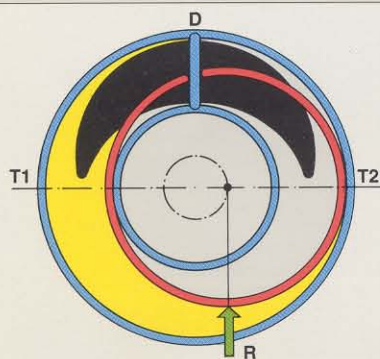

fig. 3
1. The hollow disc (B) is set eccentrically on the pump shaft (M) and guided by the diaphragm (D) separating the suction from the delivery. When the shaft rotates, the disc oscillates, remaining tangent in any position to the two diametrically opposite walls of the casing, thus forming two mobile fluid-tight joints. Figure (2) shows four successive positions of the disc and illustrates how the volume increases on the suction side and decreases on the delivery both inside and outside the pumping disc, with a uniform rate of flow.
2. In any position, the disc is radially and axially balanced (fig. 3); in fact, the resultant force of the internal and external pressures acting on the disc lies on a plane normal to the axis of the pump and is always tangent to the circumference described by the center of the disc. There are no radial components which could detach the disc or press it against the casing; therefore, the liquid does not tend to escape. The resultant pressure force is the same in any position so that the amount of power absorbed is always uniform.
1. Le disque creux (B) est monté excentriquement dans l'arbre de la pompe (M) et guidé par le diaphragme (D) qui sépare l'aspiration du refoulement. Quand l'arbre tourne le disque oscille tangemment à deux surfaces du corps diamétralement opposées, en formant deux joints hydrauliques mobiles. La figure (2), qui indique quatre positions successives du disque, montre l'augmentation de volume créée en phase d'aspiration et la diminution en phase de refoulement, tant à l'intérieur qu'à l'extérieur du disque pompant, avec un flux constant du liquide.
2. Sur toutes les positions, le disque est équilibré (fig. 3) tant en ligne radiale qu'en ligne axiale; en effet, la résultante des pressions à l'intérieur et à l'extérieur du disque cylindrique reste toujours sur un plan perpendiculaire à l'axe de la pompe et tangente à la circonférence décrite par le centre du disque. Il n'y a aucune composante radiale qui éloigne ou approche le disque au corps; il n'y a donc pas de risques de fuites du liquide. La résultante des pressions a une valeur constante, donc l'absorption de puissance est uniforme.